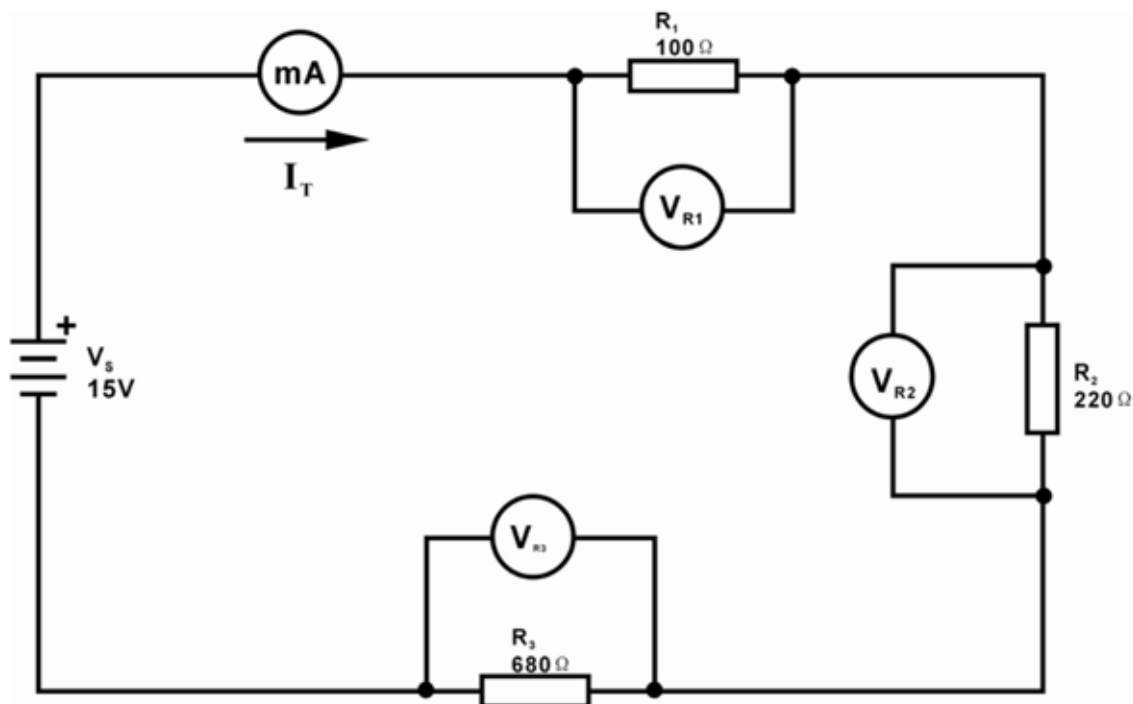

Figura 6
1. Realizzare il circuito illustrato in figura 6
3. Misurare la tensione sulle resistenze R_1 , R_2 e R_3 come mostrato in figura 6 e inserire i valori in tabella 6.
4. Misurare la corrente totale del circuito I_T come mostrato in figura 6 e inserire i valori in tabella 6.